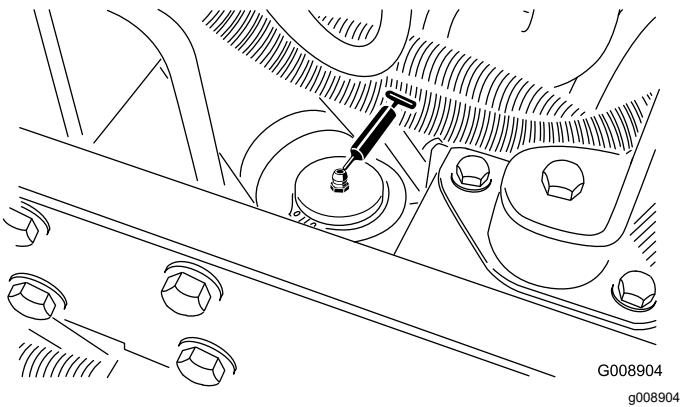

Figura 44
- Cilindro da direção (Figura 44)